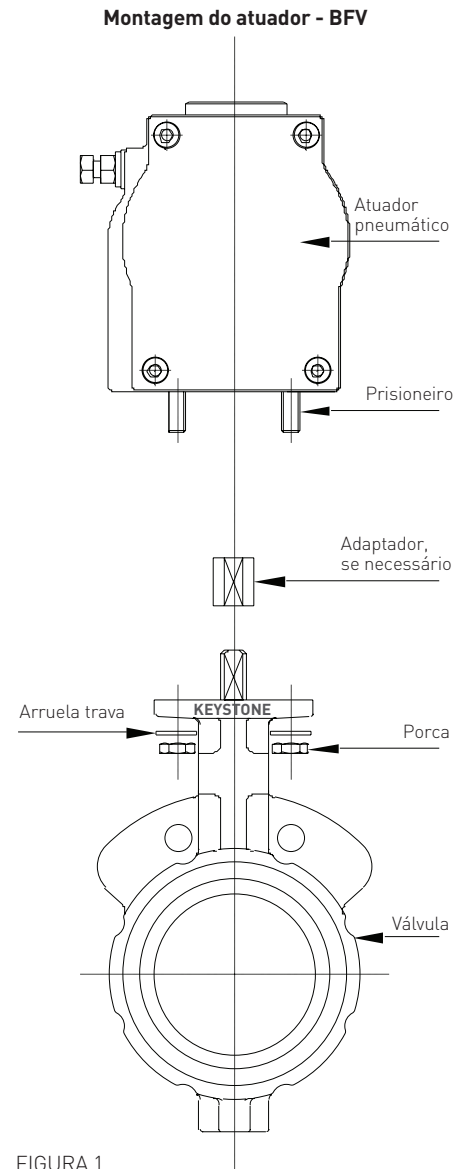

FIGURA 1
- 2b. Aperte os parafusos prisioneiros de montagem do atuador firmemente na base do atuador e prenda o suporte de montagem ao lado de baixo do atuador com quatro porcas e arruelas, como mostrado na Figura 1.